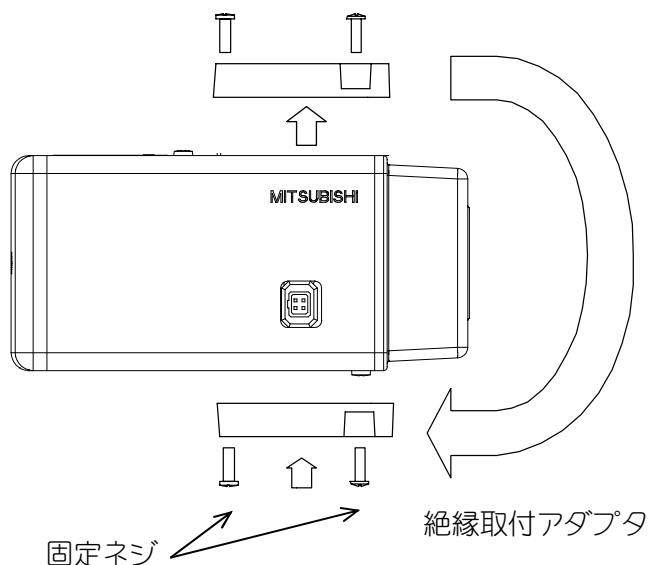

図 16-2 絶縁取付アダプタ
- カメラ据付方向により、カメラの絶縁取付アダプタを図 16-2の通りに移動してください。
- (1) 天井などに据え付ける場合